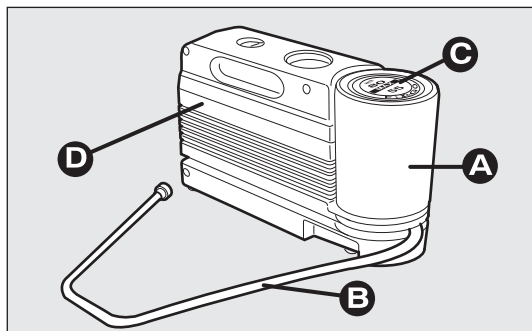

fig. 132
Il kit fig. 132 comprende:
- un compressore D-fig. 132 completo di manometro e raccordi, reperibile nel vano;